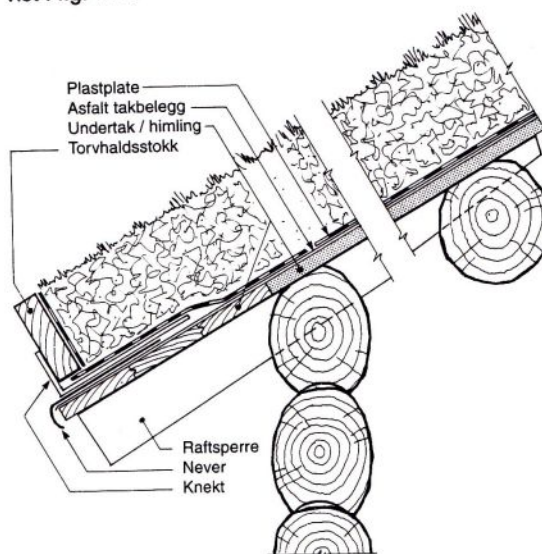

Fig. 141
Undertaket må dimensjoneres etter avstanden mellom understøttelsene (sperrer, åser, lekter e.l.). Der senteravstanden ikke overstiger 0,6 m, kan man benytte 19 mm kryssfinér eller 18 mm bord. Legging av undertak er behandlet i Byggedetaljer 525.861. Lektene for lufting under undertaket må være dimensjonert for å tåle lasten av torvlaget. Lekter som spenner over 0,6 m og som ligger med senteravstand over 0,6 m, bør være minst 48 mm x 48 mm, se fig. 142 a. På tradisjonelle åstak som ikke er isolert på oversiden, brukes raftsperrer (stikksperrer) for å få skikkelig takutstikk ved takfoten, se fig. 141. Raftsperrene hviler på ytterveggen og går opp til den nederste åsen. På takutstikket blir dermed takbordene lagt parallellt med langveggen, som på sperretak. Takbordene kan da lettere skiftes ut dersom det skulle oppstå råte.
- 141 *Uoppvarmede bygninger.* For bygninger som aldri varmes opp, stilles det ingen spesielle krav til lufting og varmeisolasjon. Taket kan i prinsipp bygges opp som vist i fig. 141.
- 142 *Oppvarmede bygninger.* I bygninger med kaldt loft kan taket bygges opp på samme måte som vist i fig. 141. I bygninger med skrå himling må konstruksjonen bygges opp med varmeisolasjon i henhold til byggeforskriften og med god lufting. Figur 142 a illustrerer lufting mot gavl ved hjelp av kryssløfting. Dersom man ønsker å ha et tradisjonelt utseende på bygget, egner denne formen for lufting av takkonstruksjonen seg godt.